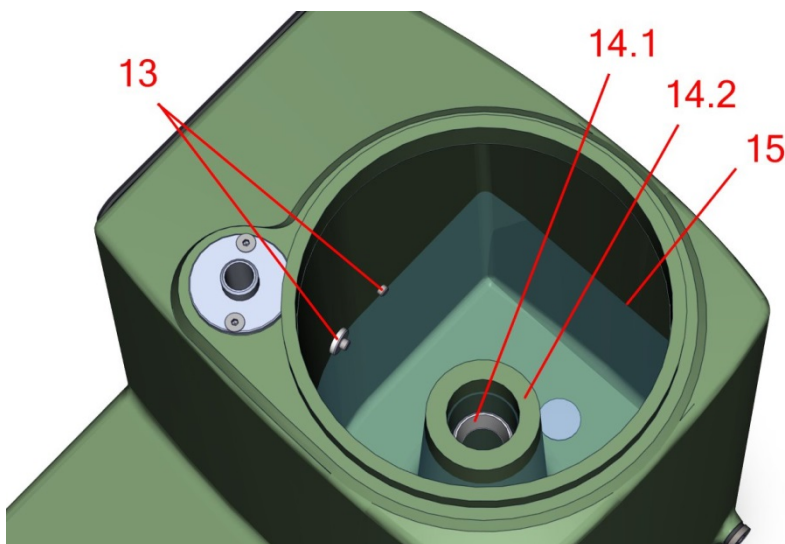

Рисунок 4: Вид прибора сверху с извлеченным колоколом. В прибор залито приблизительно 2000 мл раствора: 90% дистиллированный воды и 10% этилен гликоля
5. Аккуратно очистите контейнер жидкости (рис. 4) и убедитесь, что удалены все отложения с боковых стенок.